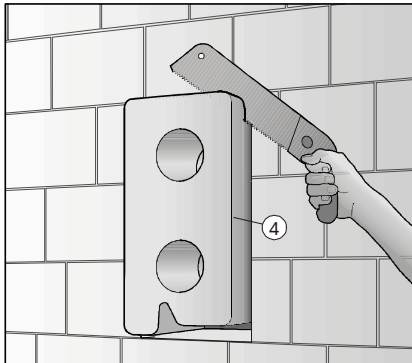

Abb. 7
Beträgt die Wandstärke weniger als 365 mm, so ist der überstehende Mauerkasten (4) und ggf. das Füllstück (15) an der Außenwandseite mauerbündig abzulängen. Wandstärken größer als 365 mm werden über die Rohre ausgeglichen. (Abb. 7 und 7a)